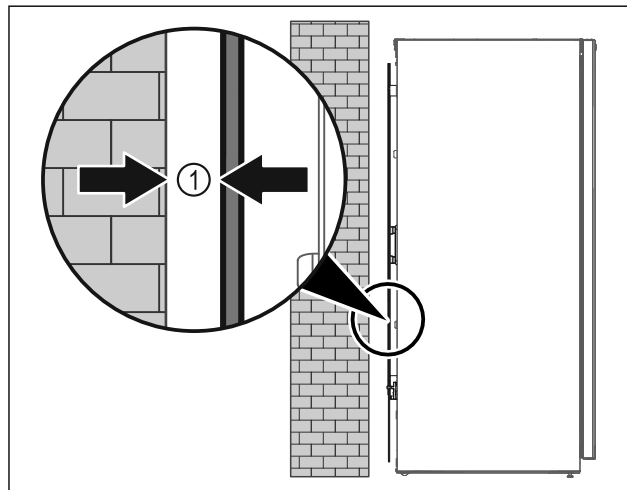

Fig. 9
- ▶ Instaloni pajisjen ose të lirë në dhomë, ose direkt mbi një mur me një distancë minimale prej 5 mm Fig. 9 (1) nga muri.